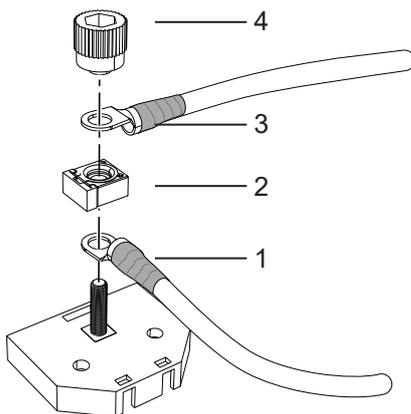
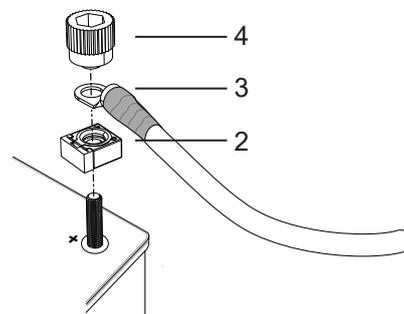

Figura 60. Conexión a la caja de fusibles
Figura 61. Conexión al terminal positivo de la batería
3. Cuando utilice la caja de fusibles, conectar el cable (1) al terminal positivo de la batería y a la caja de fusibles y colocar el fusible (2) en la parte superior, véase Figura 60.
4. Cuando se conecte directamente al terminal positivo de la batería, colocar el fusible (2) en el terminal positivo, véase Figura 61.
5. Conectar el cable de alimentación principal (3) a la caja de fusibles/al terminal positivo, véase Figura 60 - Figura 61.
6. Apretar las conexiones de cables y el fusible con la perilla (4). Los cables se colocan a 90° o 180° entre sí. El fusible se monta con el ángulo correcto orientado hacia los cables, véase Figura 60 - Figura 61.